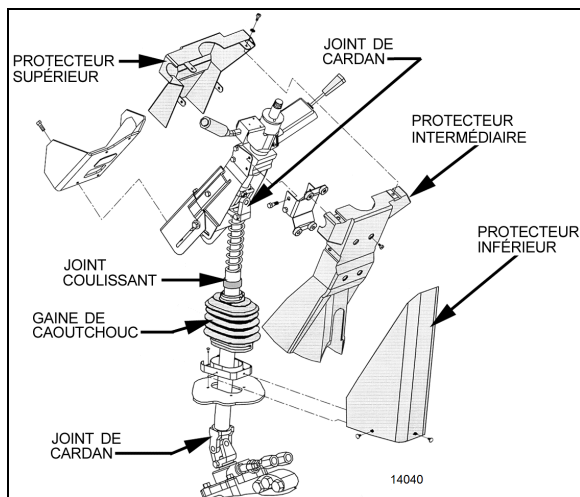

FIGURE 10 : COUVERCLES DE COLONNE DE DIRECTION
Pour démonter la colonne de direction du véhicule, se reporter à Figure 9 & à la Figure 10. La colonne de direction ne possède pas de points de graissage. Le joint de cardan de la colonne de direction intérieur est aisément accessible à travers le compartiment de service avant. Le joint de cardan de colonne de direction supérieure et le joint coulissant de la colonne sont accessibles depuis la zone avant de conducteur. Pour accéder à ces joints, procéder comme suit :
- Depuis la zone avant du conducteur, enlever les trois fixations de plastique du couvercle inférieur de colonne de direction. Enlever le couvercle inférieur (Figure 10).